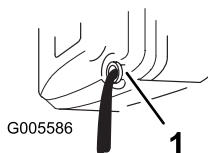

Figure 19
6. Basculez la tondeuse sur le côté **gauche** pour permettre à l'huile de s'écouler dans le bac de vidange (Figure 19).